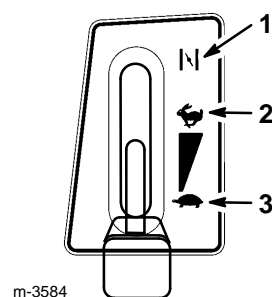

Figure 8
5. Mettre la manette des gaz en position STARTER (Fig. 8).
7. Lorsque le moteur a démarré, amener lentement la manette des gaz en position RAPIDE (Fig. 8). Si le moteur hésite ou cale, ramener la manette en position STARTER durant quelques secondes, puis remettre la manette en position RAPIDE. Répéter l'opération si nécessaire.
1. Mettre la manette des gaz en position LENT (Fig. 8).